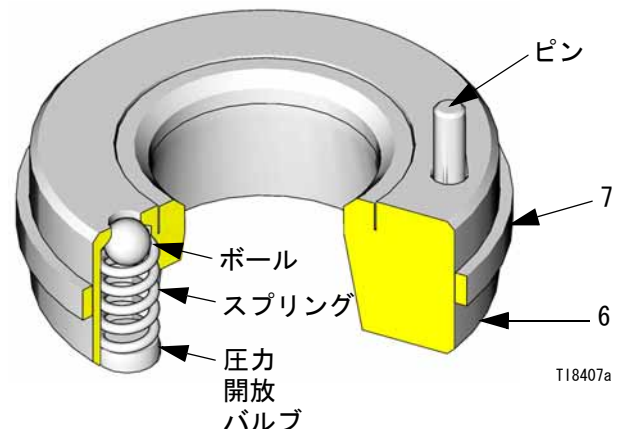
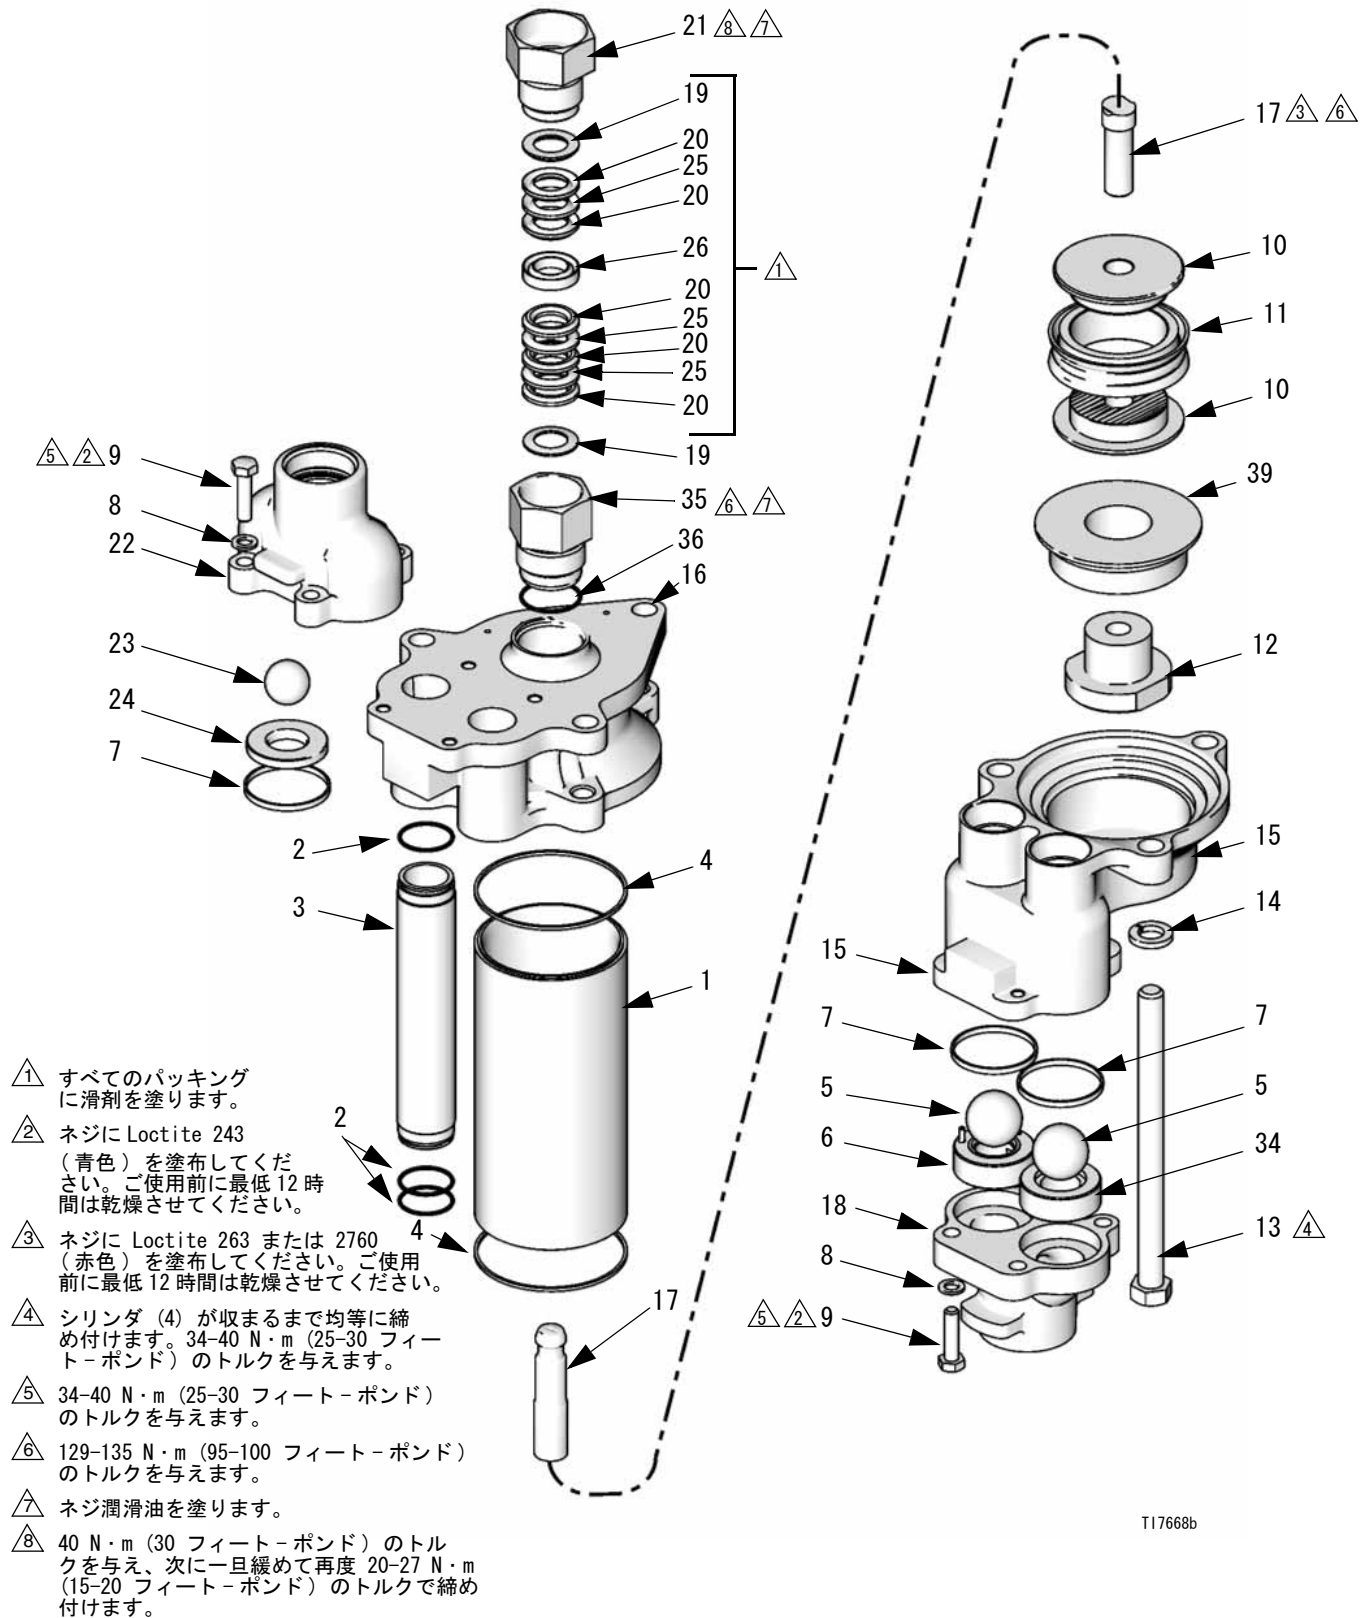

図 . 4
図. 7
- 6 ページに説明されているようにモーターからポンプを取り外します。図 . 7 も参照のこと。
- インレット多岐管 (18) を万力で固定します。
- パッキンナット (21) およびカートリッジ (35) を、外さずに緩めます。図 . 7 を参照のこと。
- 4 本の押さえネジ (9) およびワッシャ (8) をアウトレット多岐管 (22) から取り外します。
- アウトレット多岐管 (22)、ボール (23)、シート (24) およびガスケット (7) を取り外します。
- 3 本のシリンダボルト (13) およびロックワッシャ (14) を取り外します。アウトレットハウジング (16) を液体チューブ (3)、シリンダ (1) およびピストンアセンブリ (17、10、11、12、39) と一緒に持ち上げます。
- スロートカートリッジ (35) および O リング (36) を外します。
- チューブ (3) およびシリンダ (1) をインレットハウジング (15) から外します。ピストンアセンブリをシリンダから引き抜きます。
- インレット多岐管 (18) を万力から外します。
- 4 本の押さえネジ (9) およびワッシャ (8) をインレット多岐管 (18) から外します。マイナスドライバを使用してインレットハウジング (15) およびインレット多岐管 (18) の間に挿し込んでこれらを引き離します。
インテイクシート (6) には圧力開放バルブ (V) が含まれます。このシートは、表示された箇所に正確に位置させる必要があります (図 . 7 で示されているように左側) 案内書としてインレットハウジングに鑄込まれたテキストを使用します。
- ボール (5)、インテイクシート (6) および 34) およびガスケット (7) を取り外します。
- シート (6) 内の圧力開放バルブを点検して詰っていないことを確認します。バルブのボールを上から押し下げて、ボールおよびスプリングが自由に動くかどうか調べます。図 . 4 を参照のこと。